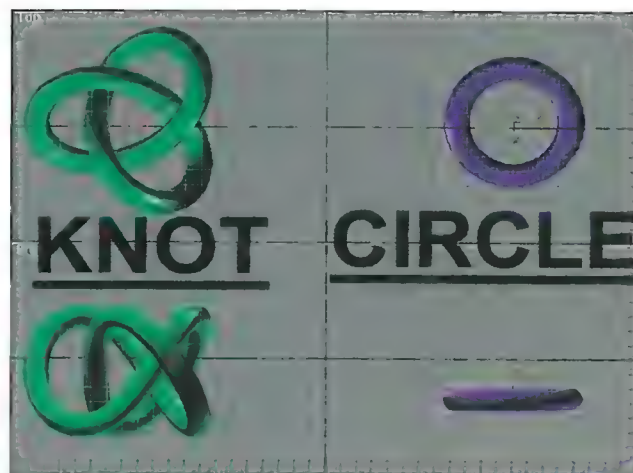

Figura 8. Podemos convertir un "Torus Knot" en un "Torus Circle" modificando sus valores P y Q pero nunca podremos hacerlo a la inversa.
- *Knot o Circle*: son los dos tipos de piezas que podemos crear. *Knot* crea una especie de nudo elaborado a base de *Torus* y *Circle* sirve para modelar un auténtico *Torus* (como un donut) pero con propiedades muy especiales tal y como veremos más adelante (figura 8).